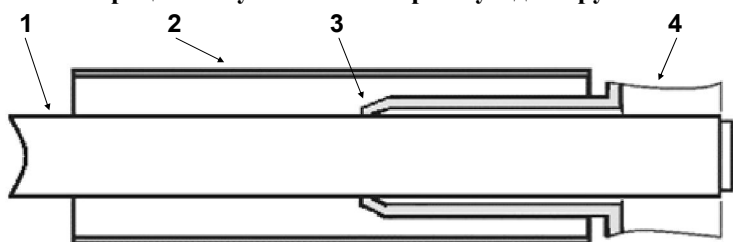

Рис. 3.1. Ввод ответвляющегося кабеля в патрубок муфты МРП:
3.6. Ответвляющиеся кабели поочередно вводят в патрубки оголовника. По очереди на каждый ввод кабеля в патрубок надвигают отрезок трубки ТУТ и усаживают его газовой горелкой (рис. 3.1 и 3.2).